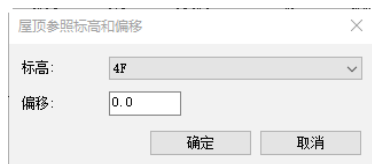

图 11-73 “屋顶参照标高和偏移”对话框
(3) 单击“建筑”选项卡“构建”面板“屋顶”下拉列表中的“拉伸屋顶”按钮, 打开“屋顶参照标高和偏移”对话框, 选择“标高”为“4F”, 如图 11-73 所示, 其他采用默认设置, 单击“确定”按钮, 打开“修改 | 创建拉伸屋顶轮廓”选项卡和选项栏。
(4) 在“属性”选项板中选择“常规—125mm”类型, 新建“常规—100mm”类型, 单击“编辑”按钮, 打开“编辑部件”对话框, 单击“插入”按钮, 设置功能为“面层 1[4]”, 单击“材质”